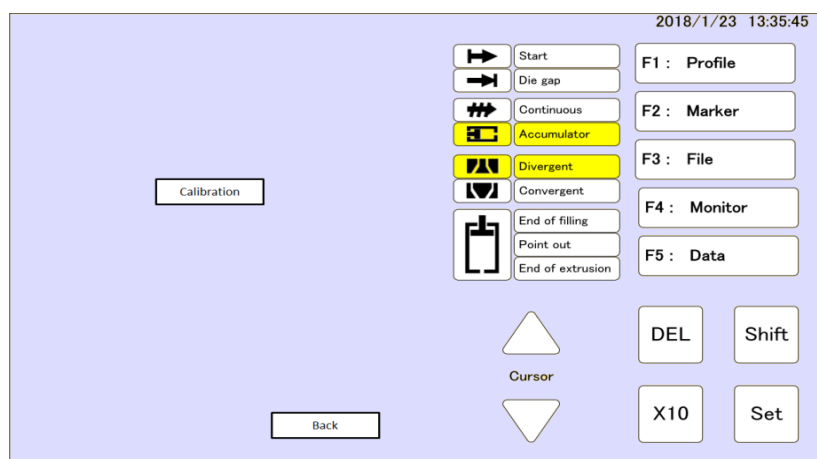

図 1-31 テスト画面 タッチスクリーンキャリブレーション
- 手順 2: DigiPackⅢが自動的に再起動され、図 1-31 のようなキャリブレーション画面が表示されますので”Calibration”ボタンをタッチします。(この時、キャリブレーション情報はリセットされていますので、”Calibration”ボタンは押せるようになっています)
- 手順 4: キャリブレーションが成功しますと図 1-31 に戻ります。コントローラを再起動して終了です。